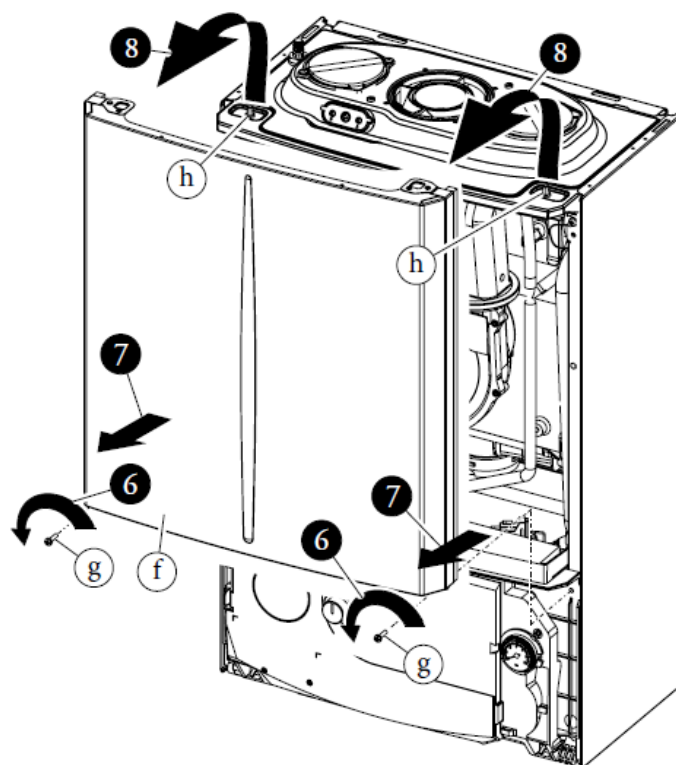

Fig. 3-16c
• Mantaua frontală (Fig. 3-16c).